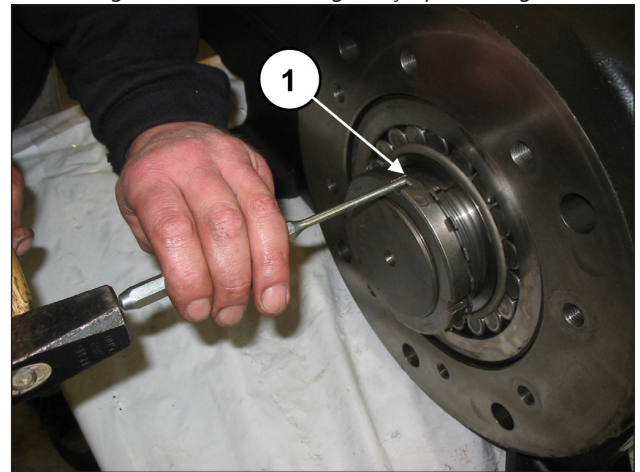

Fig. 15
Eleve a lingueta da arruela de segurança (pos. ①, Fig. 15).